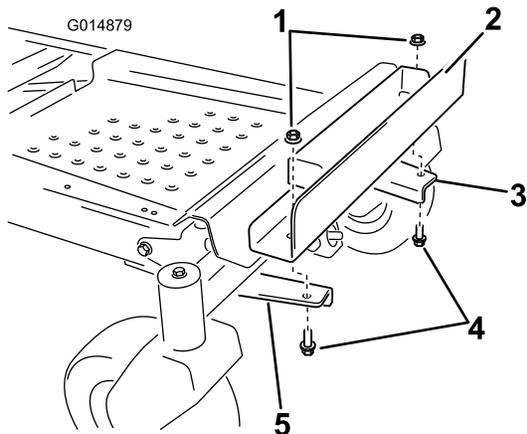

Figure 8
5. Montez le support de fixation de masse sur les supports de montage (Figure 8). Alignez les trous extérieurs du support sur les supports de fixation montés précédemment. Veillez à bien centrer le support sur le cadre. Fixez avec deux boulons (3/8 x 1 po) et deux contre-écrous (3/8 po).